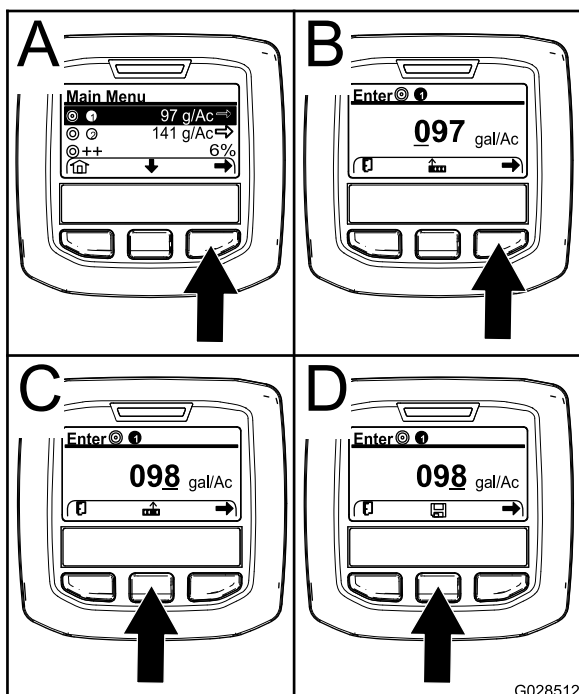

Рисунок 67
2. При необходимости нажмите среднюю кнопку выбора, чтобы выделить норму внесения для программы опрыскивателя 1 (Рисунок 67).